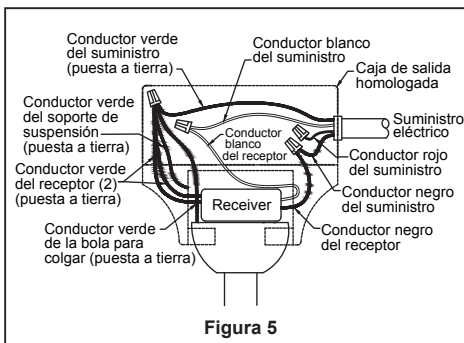

Figura 5
- ☐ **4.** Una vez realizadas las conexiones, los cables deben ser colocados de forma extendida poniendo el conductor de la toma de tierra y el conductor de toma de tierra del equipo a un lado de la caja, colocando el conductor sin toma de tierra en el otro lado de la caja, luego gire los conductores hacia arriba y, con cuidado, colóquelos dentro de la caja de salida; con los conductores blancos y verdes hacia un lado y los conductores negros hacia el otro. (Figura 5)